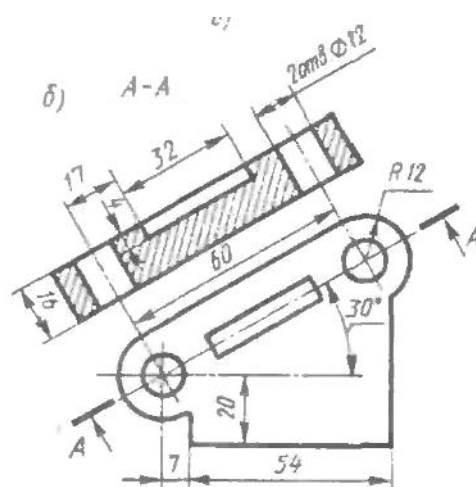

Рисунок 22 - Решение задачи
2. Перечертить в рабочую тетрадь изображения детали по размерам, проставленным на чертеже, выполнить и обозначить указанный разрез, рисунок 22.